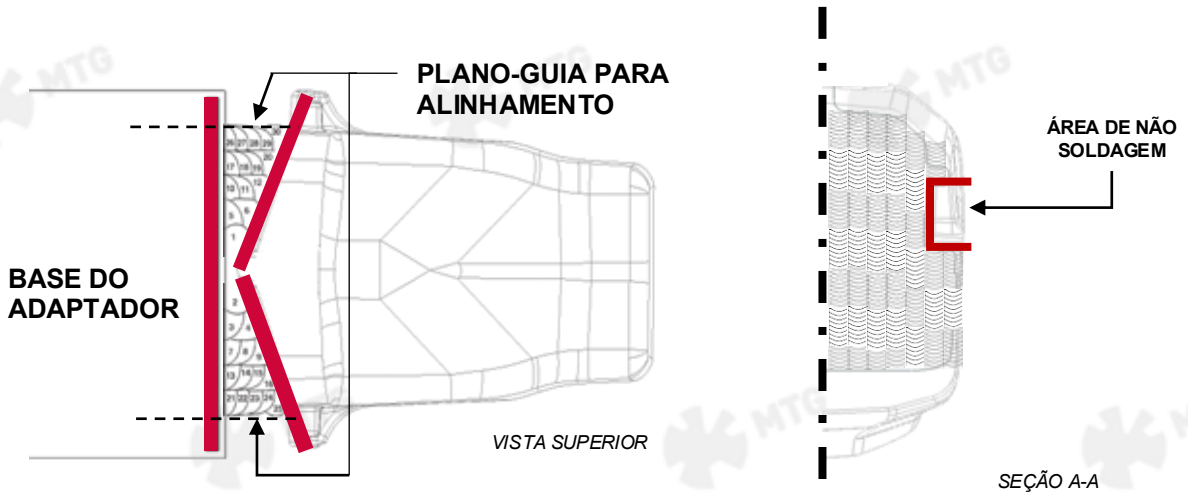

Figura 1
5.10 Continue a sequência de soldagem até que a junta esteja completamente alinhada aos guias do capacete, como mostrado na “Figura 1” a seguir.